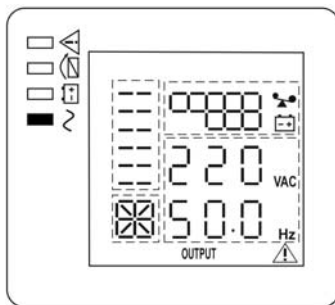
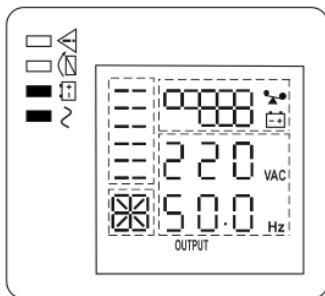

Рисунок 9 — состояние ЖК-дисплея и индикаторов в режиме «ОСНОВНОЙ»
Рисунок 10 — состояние ЖК-дисплея и индикаторов в режиме «РЕЗЕРВ»
- Включить изделие (см. п.1 таблицы 3). Изделие выполнит автоматическое самотестирование, определит качество входного сетевого напряжения, уровень нагрузки, наличие АКБ и степень ее заряда. Процесс самотестирования сопровождается последовательным включением/выключением всех индикаторов. После самотестирования изделие перейдет в режим «ОСНОВНОЙ» (см. рисунок 10) и продолжит заряд АКБ. Индикатор «BYPASS» погаснет, а индикатор «ИНВЕРТОР» включится (см. рисунок 9). Включить нагрузки. Если нагрузок много, необходимо включать их последовательно, одну за другой, на ЖК-дисплее отобразится уровень нагрузки (см. рисунок 9).
Отключить сетевое напряжение. Изделие должно автоматически выполнить переход на резервное питание нагрузок от АКБ. Индикатор «ИНВЕРТОР» останется включенным, дополнительно включится индикатор «АКБ» и раз в 4 секунды будет вспыхивать индикатор «ВНИМАНИЕ» (см. рисунок 10).
Включить изделие (см. п.1 таблицы 3). Изделие выполнит те же действия, что и при работе от сети, за исключением того, что питание нагрузок осуществляется от АКБ. Изделие сразу переходит в режим «РЕЗЕРВ», индикаторы «ИНВЕРТОР» и «АКБ» включаются (см. рисунок 9).
Вновь подать сетевое напряжение. Изделие должно автоматически перейти в режим «ОСНОВНОЙ» (см. рисунок 9), либо в режим «ЭКО», если параметр ECO включён (см. Приложение 2, описание настройки параметров изделия).